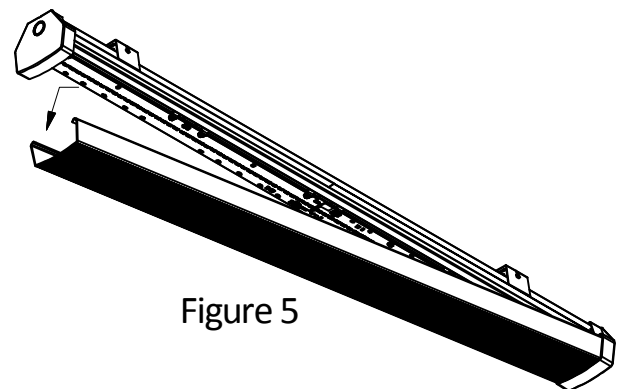

Figure 5
- C. Une fois la lentille déplacée vers une des extrémités, l'autre extrémité se dégagera ce qui vous permettra de retirer la lentille. Les cartes del seront alors exposées. (Voir Figure 5)